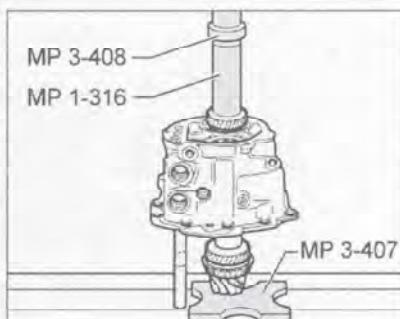

Рис. 7.208. Нагрев шестернию 6-й передачи до 100°C, установите ее на вал. Напрессуйте шестернию на вал с помощью приспособления MP 1-316.
42. Нагрев шестернию 6-й передачи до 100°C, установите ее на вал (рис. 7.208). Буртик шестерни должен быть обращен в сторону конического роликоподшипника.